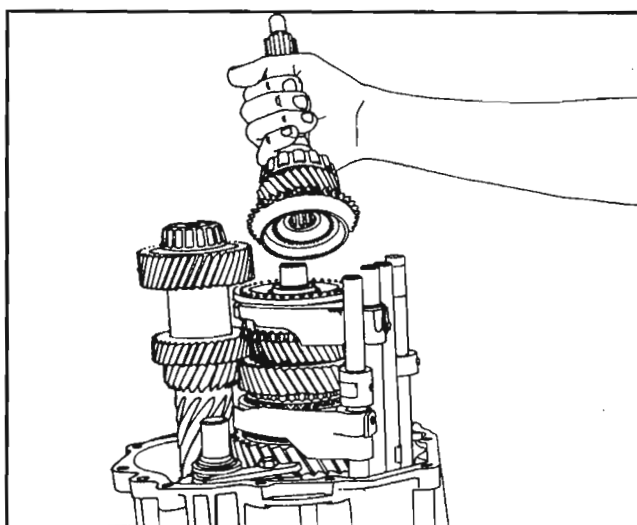

Fig. 16
Quite el conjunto del eje de toma de fuerza (1) de la mitad delantera de la carcasa. *Fig. 16*